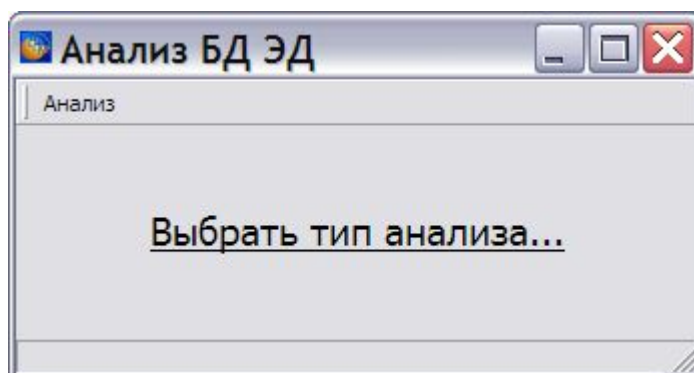

Рис. 8.140
3. После выбора ответа «Да» окно **Анализ БД ЭД** примет вид, показанный на Рис. 8.140.